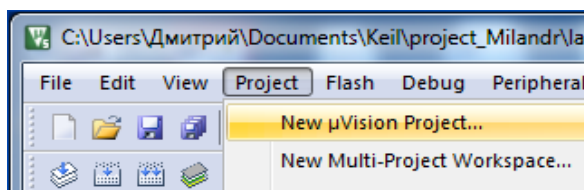

Рисунок 1.1
2. Запустить среду разработки Keil μ Vision и в меню Project выбрать пункт New μ Vision Project (Рисунок 1.1).